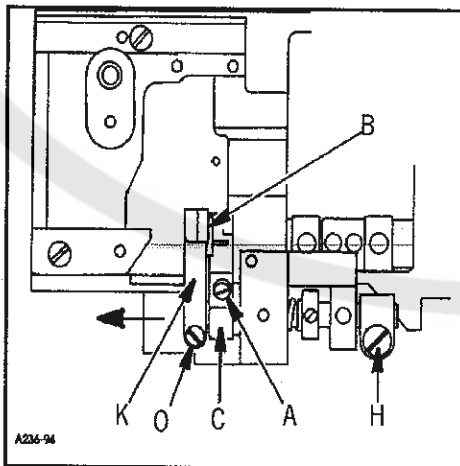
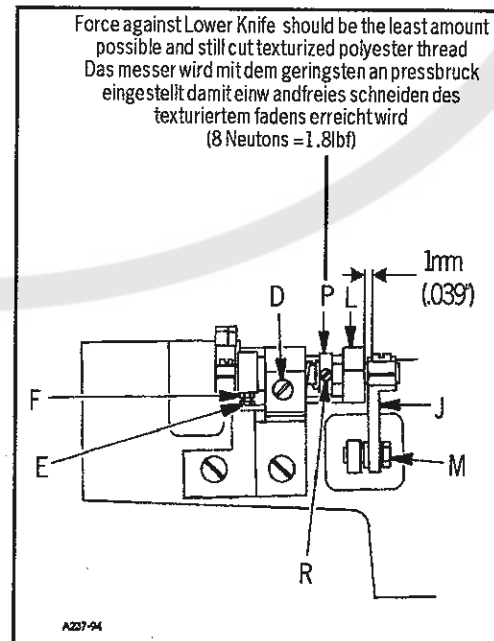
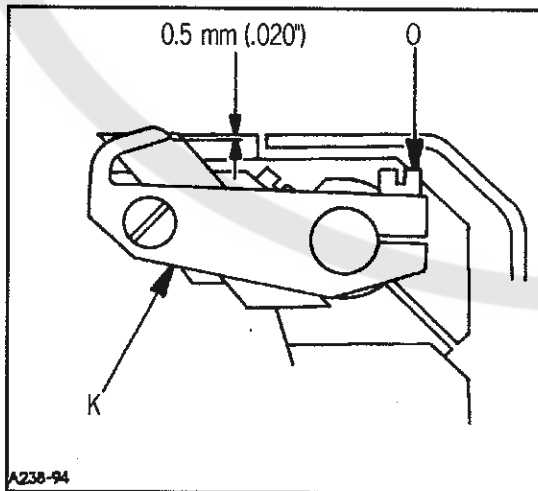

FIG. 1
FIG. 2
FIG. 3
Swing the front cloth plate to the front. Loosen screw (A, Fig. 1) in lower knife holder (C) and move lower knife (B) up or down until its cutting edge is parallel and flush with throat plate top surface. Retighten screw (A).
**Note:** Lower knife holder (C, Fig. 1) is set at the factory so that the cutting edge of the lower knife is parallel with the top surface of throat plate. When replacing the lower knife holder set as follows: Loosen screw (D, Fig. 2), and turn lower knife holder (C, Fig. 1), until the cutting edge of lower knife is parallel with top surface of throat plate. Retighten screw (D, Fig. 2). Secure this setting by tightening stop screw (E, Fig. 2) and lock nut (F) in lower knife holder.
Loosen screw (D, Fig. 2) and align width of trim to the left needle by moving lower knife holder (C, Fig. 1) laterally. If this adjustment is obstructed by rocker lever (J, Fig. 2), loosen screw (H, Fig. 1) and move rocker lever (J, Fig. 2) to the right until there is approximately 1 mm space between rocker lever (J, Fig. 2) and the housing of undertrimmer (L, Fig. 2). Secure setting of undertrimmer by retightening screw (D, Fig. 2). Then check if upper knife lever (K, Fig. 1) can be moved approximately 1 mm in direction of the arrow (see Fig. 1).
Schwenken Sie die vordere Stoffplatte nach vorne. Lösen Sie die Schraube (A, Fig.1) im Unter Messerhalter (C) und bewegen Sie das Messer nach oben oder unten bis die Messerschneide parallel und auf gleicher Höhe mit der Stichplatten Oberfläche steht.
**Beachten Sie:** Der Untermesserhalter (C, Fig.1) wird im Werk so eingestellt, daß das Untermesser parallel mit der Oberfläche der Stichplatte ist. Beim Auswechseln des unteren Messerhalters gegen einen neuen: Lösen Sie Schraube (D, Fig. 2) und drehen Sie den Untermesserhalter soweit bis er parallel mit der Oberfläche der Stichplatte ist. Ziehen Sie die Schraube (D, Fig. 2) wieder an. Sichern Sie diese Einstellung durch Anziehen der Anschlagschraube (E, Fig.2) und der Kontermutter (F) im unteren Messerhalter.
Lösen Sie die Schraube (D, Fig.2) und stellen Sie die Breite des Abschnitts zur linken Nadel ein durch seitliches Verschieben des unteren Messerhalters. Sollte diese Einstellung durch den Schwinghebel (J, Fig.2) begrenzt werden, lösen Sie Schraube (H, Fig.1) und verschieben Sie den Schwinghebel (J, Fig. 2) nach rechts bis noch ca. 1mm Abstand zwischen Schwinghebel (J, Fig.2) und dem Gehäuse des Abschneiders (L, Fig. 2) verbleibt. Sichern Sie diese Position durch Anziehen der Schraube (D, Fig. 2) dann schauen Sie nach ob sich der Messerhebel (K, Fig.1) ungefähr 1mm in Pfeilrichtung bewegen läßt.
Loosen nut (M, Fig. 2) and center the link (N, Fig. 4) in rocker lever (J, Fig. 4). Retighten nut (M, Fig. 2) and by rotating handwheel move upper knife in lowest position. Loosen screw (O, Fig. 3) and swing upper knife lever (K, Fig. 3) up or down until the cutting edges of upper knife and lower knife overlap by approximately 0.5 mm (.020 in) (see Fig. 3). Retighten screw (O, Fig. 3). Check by rotating handwheel if the upper knife moves freely.
Adjust the lateral knife pressure the least amount possible and still maintain cutting (8 Neutons = 1.8 lbf), wooly or texturized polyester thread by moving collar (P, Fig. 2). Loosening screw (R, Fig. 2) and then moving collar (P, Fig. 2) to the left increases the cutting pressure; moving collar (P, Fig. 2) to the right decreases the cutting pressure.
To adjust the shear angle loosen screws (O and H, Fig. 1). Set shaft (S, Fig. 4) so that mark (Q, Fig. 4) on the shaft and mark (T, Fig. 4) on the housing of undertrimmer are lined up.
Turning shaft (S, Fig. 4) in direction of arrow increases the shear angle, turning it against direction of arrow decreases the shear angle. Retighten screws (O and H, Fig. 1) and check knives for proper trimming with wooly or texturized polyester thread. Make sure that the settings described in paragraph "SETTING THE UPPER KNIFE" are maintained.
Lösen Sie die Mutter (M, Fig. 2) und mitteln Sie das Verbindungsgelenk (N, Fig. 4) im Schwinghebel (J, Fig. 4) aus. Ziehen Sie die Mutter wieder an und bringen Sie durch drehen des Handrades das Ober Messer in die unterste Stellung. Lösen Sie die Schraube (O, Fig. 3) und schwenken Sie den Obermesser Träger (K, Fig. 3) nach oben oder unten bis sich die Schneiden von Ober- und Untermesser etwa 0.5mm (.020 in) siehe Fig. 3. überschneiden. Ziehen Sie die Schraube wieder an (O, Fig. 3). Prüfen Sie durch drehen am Handrad ob sich das Obermesser frei bewegt.
Der seitliche Messerdruck wird mit geringstem anpressdruck eingestellt (8 Neutons = 1.8 lbf) damit einwandfreies schneidender wolle (bausch garn) oder des texturierten fadens (polyester) erreicht werden kann wird durch verschieben des Stellrings (P, Fig. 2) eingestellt. Lösen Sie die Schraube (R, Fig. 2) und durch vorschieben des Stellrings nach links erhöht den Schneiddruck, verschieben des Stellrings (P, Fig. 2) nach rechts verringert den Schneiddruck.
Zur Einstellung des Scherwinkel lösen Sie die Schrauben (O + H Fig. 1) stellen Sie die Welle (S, Fig. 4) so ein, daß sich die Markierung (Q, Fig. 4) auf der Welle und die Markierung am Gehäuse gegen über steht.
Drehen der Welle (S, Fig. 4) in Pfeilrichtung vergrößert den Scherwinkel, drehen in entgegengesetzter Richtung verkleinert ihn. Ziehen Sie die Schrauben wieder an (O + H) Fig. 1 und testen Sie die Messer auf einwandfreies Schneiden mit Wolle oder Texturierter faden (Bausch Garn). Beachten Sie, daß die im Abschnitt "EINSTELLUNG DES OBERMESSERS" beschriebenen Einstellungen erhalten bleiben.